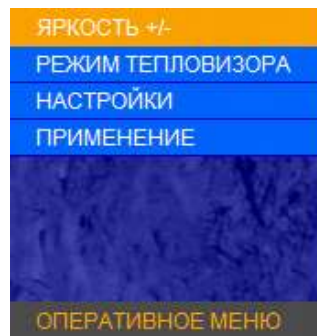

Рисунок 24 – Оперативное меню
Для вызова меню необходимо нажать и удерживать кнопку (4) (см. рис. 1) более 2 с. Внешний вид главного (оперативного) меню представлен на рис. 24. Первая строка главного меню может представлять «ЯРКОСТЬ» (если кнопкам (3) и (5) назначен быстрый ввод поправок) или